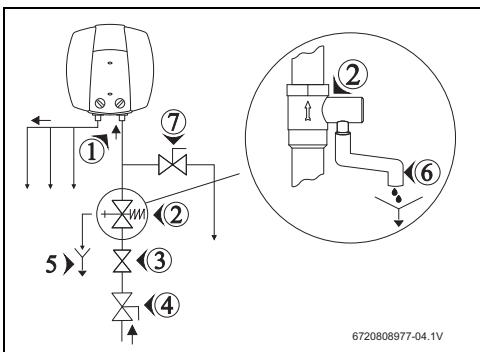

Рис. 8 Подключение воды (модель ES..-5MOWIV-B)
Если давление воды превышает 80% от максимально допустимого давления бойлера (6,4 бара), то установите редукционный клапан (→ рис. 8). При повышении давления в бойлере более 6,4 бара срабатывает предохранительный клапан. Вода, вытекающая из клапана, должна отводиться.
- Закройте водопроводный кран (→ рис. 8).